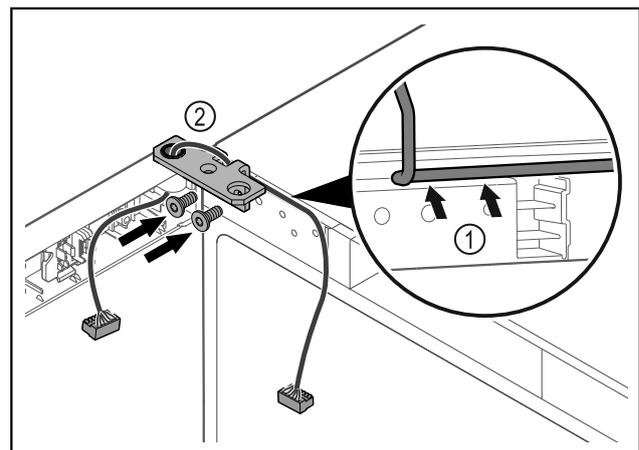

Fig. 58
- ▶ Kabel durch die Ausparung des Scharnierwinkels führen und vorsichtig verlegen Fig. 58 (1).
- ▶ Scharnierwinkel Fig. 58 (2) anschrauben.